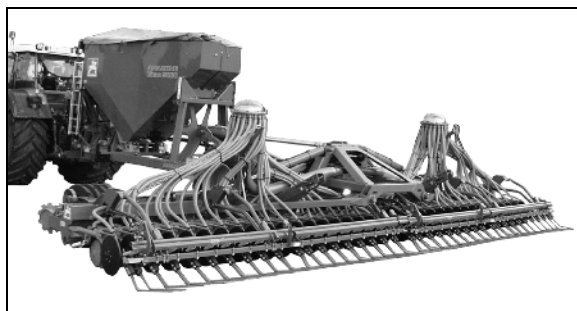

Fig. 119
4. Åbn injektorklappen (Fig. 119/1), så såsæden kan strømme ud i prøveudtagningsbeholderen.
Fare for at komme i klemme, når injektorklappen (Fig. 119/1) åbnes og lukkes!
Berør kun injektorklappen på kraven (Fig. 119/2), da der ellers er fare for personskader, hvis den fjederbelastede klap klapper i.
Stik aldrig med hænderne ind mellem injektorklappen (Fig. 119/1) og injektoren!